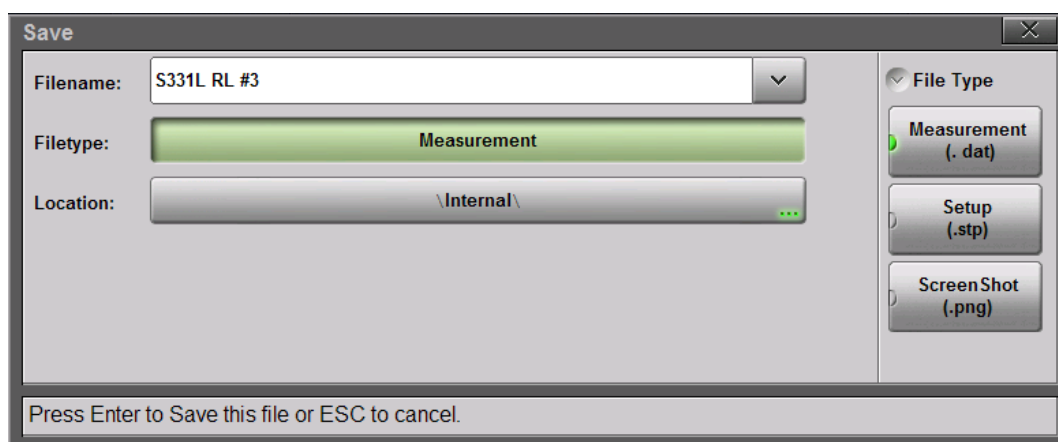

Рисунок 7-5. Настройка типа файла
1. В диалоговом окне **Save (File (1) > Save)** нажмите **Filetype**, затем выберите **Measurement** (измерение), **Setup** (настройка) или **ScreenShot** (снимок экрана) (рис. 7-5 на стр. 7-5). По умолчанию тип измерения установлен на **Measurement** (измерения).
Примечание	Расширение типа файла (рис. 7-5) автоматически добавляется к имени файла в зависимости от выбранного типа файла.